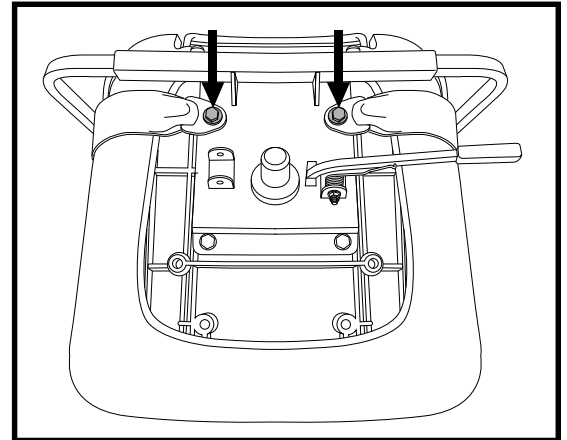

Abb. 15. Befestigungsschrauben des Rückhalteturtes
Der Hebel zur Verstellung der Sitzrotation befindet sich an der rechten Seite des Sitzrahmens und fixiert den Sitz in den unterschiedlichen Positionen. **Siehe Abb. 15.**
Ihr Fahrzeug ist mit einem KFZ-typischen Rückhaltetur ausstattet, der dem Benutzer angepaßt werden kann. **Siehe Abb. 15.** Der Rückhaltetur wurde konzipiert, um ein Auf- oder Abwärtsrutschen des Fahrers zu verhindern. Der Rückhaltetur ist nicht als Rückhaltesystem entwickelt worden.
2. Sitz umdrehen, um die Unterseite einzusehen. **Siehe Abb. 15.**